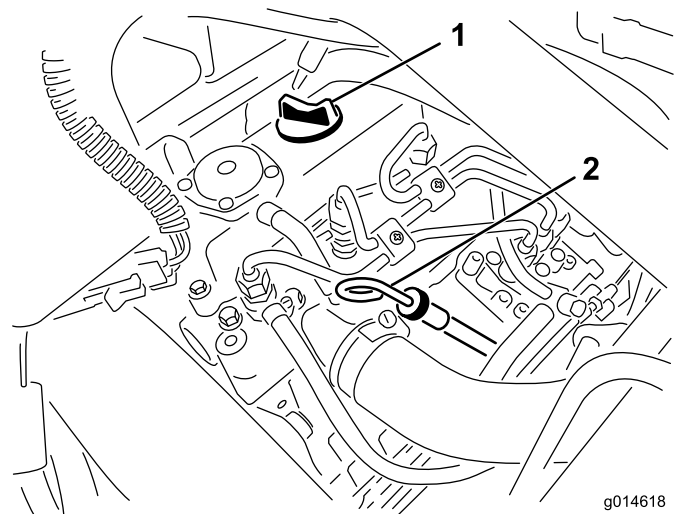

図 25
2. ディップスティックを抜きウェスで一度きれいに拭く(図 25)。